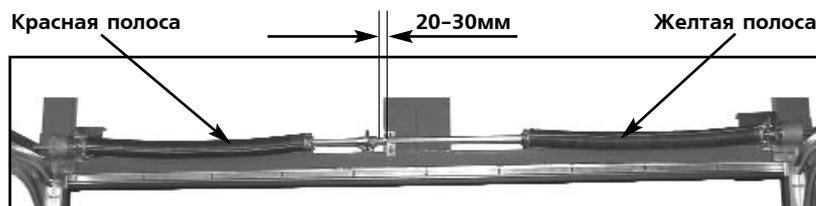

Рис. 31. Собранный вал ворот
- Общий вид собранного вала представлен на рис. 31.